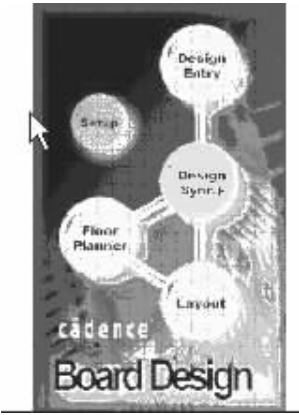
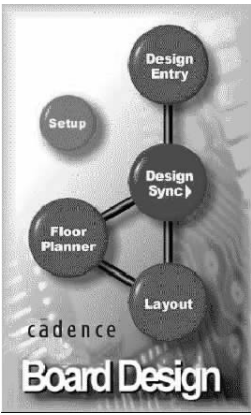

图 6-106 确定起点位置
图 6-107 确定终点位置
3) 光标附有一个浮动的图片，如图 6-106 所示，移动光标到指定位置，单击鼠标，确定放置，如图 6-107 所示。